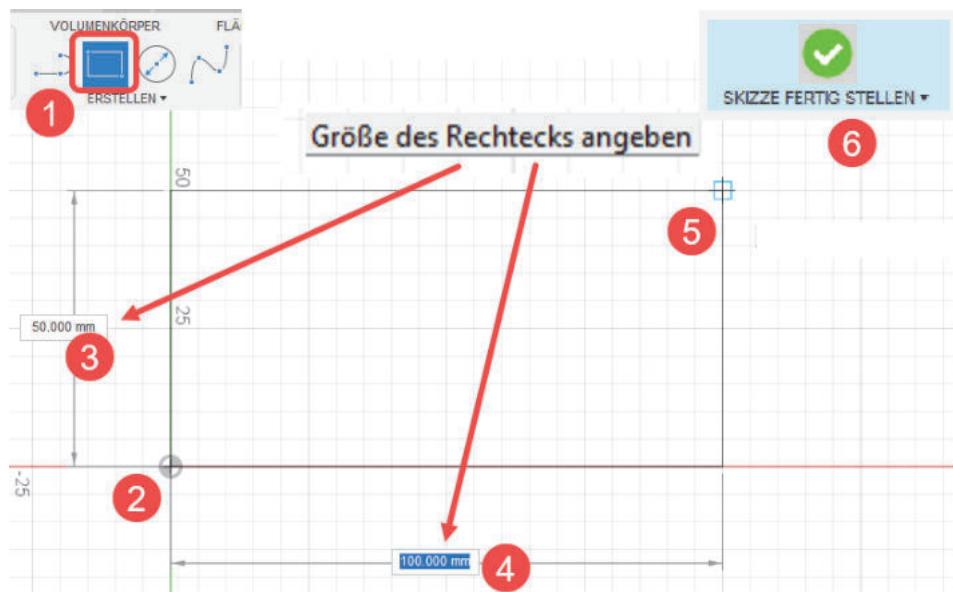

Abb. 1.12: Zeichnen eines Rechtecks
- ❶ Die Skizze beginnen Sie (Abbildung 1.12) mit der RECHTECKFUNKTION  aus der Gruppe ERSTELLEN und
- ❷ positionieren die erste Ecke per Klick auf dem Nullpunkt. Dabei rastet diese Ecke auf dem Nullpunkt ein.
- ❸ Die Größe des Rechtecks können Sie über die Werteingabe für Höhe (**50 mm**) und
- ❹ für die Breite (**100 mm**) bestimmen. Zwischen den Eingabefeldern können Sie mit **Tab** wechseln. Danach wird das Rechteck auch gleich mit den Maßen in x- und y-Richtung erscheinen und alle Kanten werden schwarz angezeigt. Dies ist das Zeichen dafür, dass die *Skizze* durch *Bemaßungen* und automatisch erkannten *Abhängigkeiten* wie horizontale und vertikale Lage der Kanten sowie Fixierung des ersten Punkts auf den Nullpunkt *vollständig bestimmt* ist.